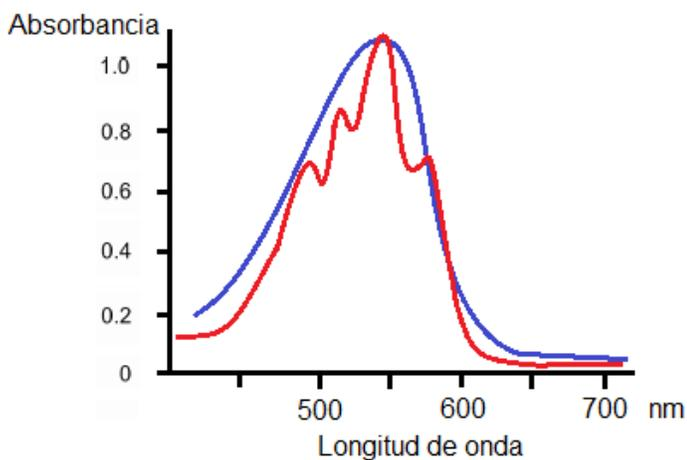

Fig.1 Espectro de absorción de dos compuestos diferentes.
Cada sustancia tiene su propio espectro de absorción, el cual es una curva que muestra la cantidad de energía radiante absorbida por la sustancia, conocida como **Absorbancia (A)**. Este valor es específico para cada longitud de onda del espectro electromagnético. De este modo, a una determinada longitud de onda de la energía radiante, cada sustancia absorbe una cantidad de radiación que es distinta de la absorbida por otro compuesto (Fig. 1).